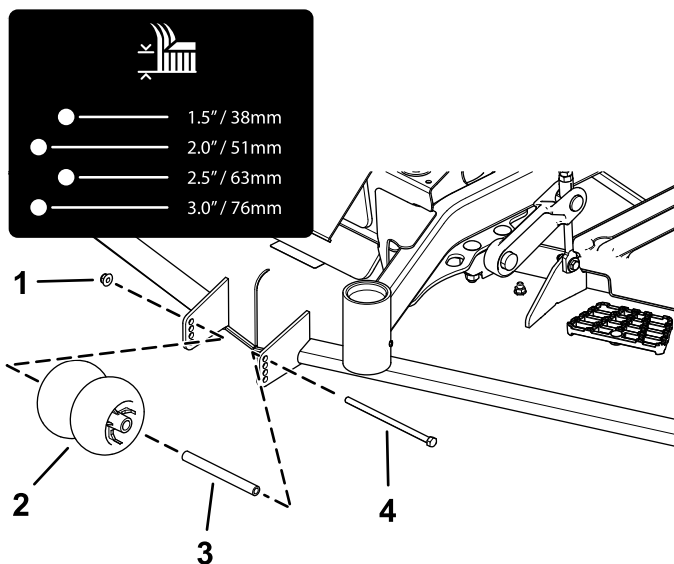
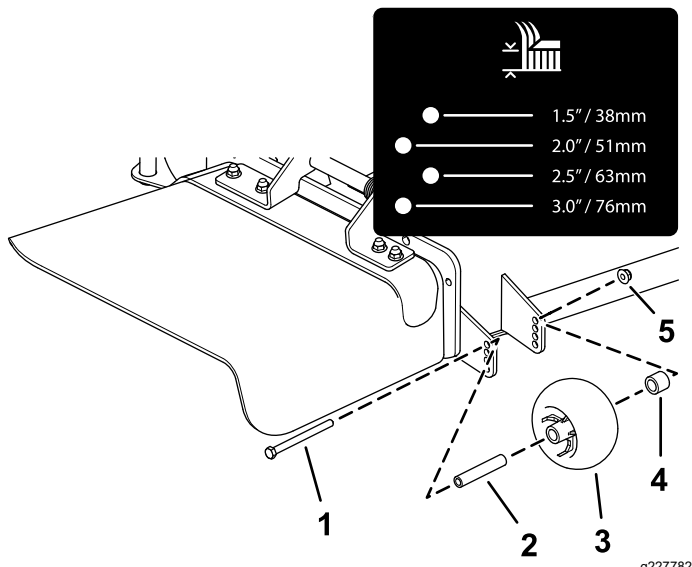
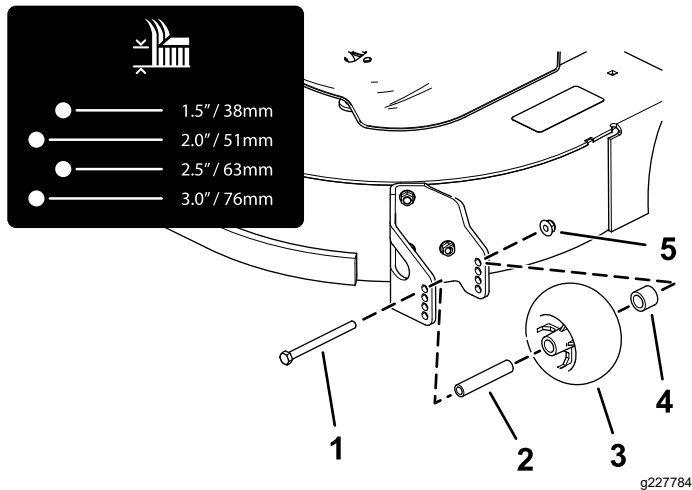

Figura 26
Figura 27
Figura 28
4. Ajuste los rodillos protectores del césped, tal y como se muestra en la Figura 26, la Figura 27 y la Figura 28.